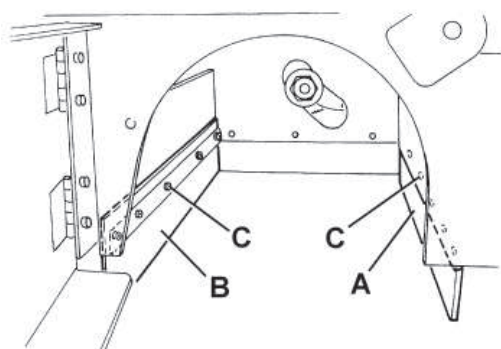
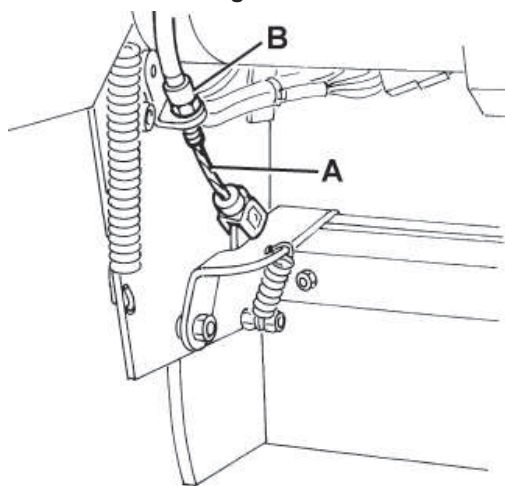
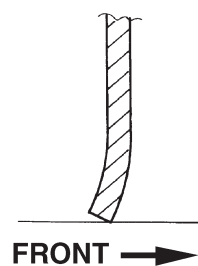

Figure 22
Figure 23
Figure 24
9. Contrôler l'intégrité des volets avant (A, Fig. 22) et arrière (B).
10. Contrôler que les volets avant (A, Fig. 22) et arrière (B) touchent légèrement le sol et que, de toute façon, ils ne se détachent pas du sol (voir Fig. 24).
Si besoin est, desserrer les vis (C, Fig. 22) et régler la position des volets. Enfin, serrer les vis (C).
11. Appuyer à fond sur la pédale du volet avant (75) et vérifier que le volet avant se soulève d'environ 5 cm.
Relâcher la pédale et vérifier que le volet revient à la position initiale et qu'il ne reste pas dans une position intermédiaire. Si besoin est, régler le câble du volet (A, Fig. 23) au moyen du dispositif de réglage (B) qui se trouve sur le côté avant gauche du volet (pour le remplacement du câble du volet avant, se référer au manuel d'entretien).